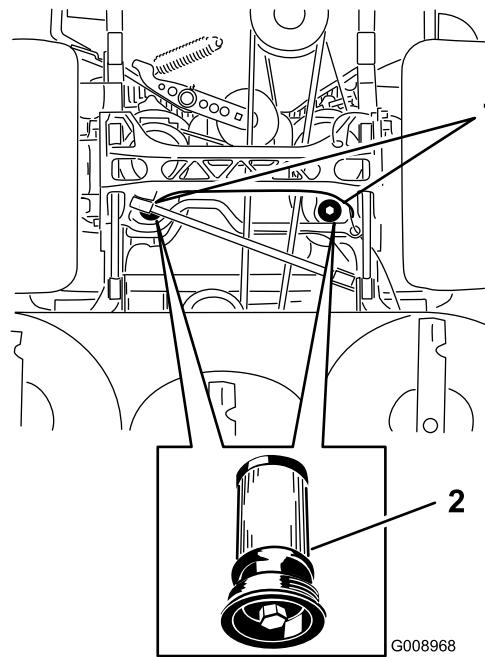

Figure 91
5. Placez un bac de vidange sous le filtre, retirez le filtre usagé et essuyez la surface (Figure 91).
6. Appliquez une fine couche de liquide hydraulique sur le joint en caoutchouc du filtre de rechange (Figure 91).